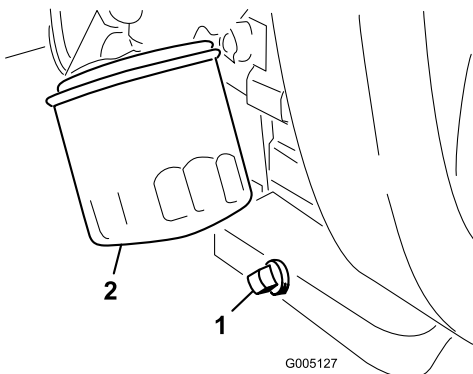

Figura 48
1. Retire o tampão de escoamento (Figura 48) e deixe o óleo escorrer para um recipiente adequado. Quando o óleo parar, volte a montar o tampão de escoamento.
2. Retire o filtro do óleo (Figura 48). Aplique uma leve camada de óleo limpo na gaxeta do novo filtro.